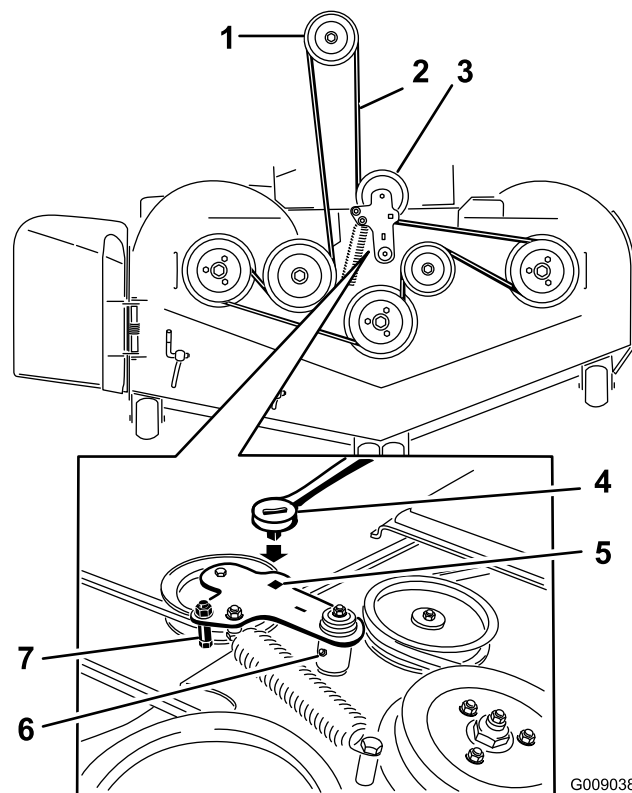

Figura 77
5. Utilice una llave de carraca en el taladro cuadrado del brazo tensor para aliviar la tensión del muelle tensor (Figura 77).
7. Instale la guía de la correa en el brazo tensor tensado con muelle (Figura 77).
9. Pase la correa nueva alrededor de las poleas del cortacésped y de la polea del embrague, debajo del motor (Figura 77).
10. Instale la guía de la correa en el brazo tensor (Figura 77).
11. Utilizando la llave de carraca en el taladro cuadrado, instale el muelle tensor (Figura 77).